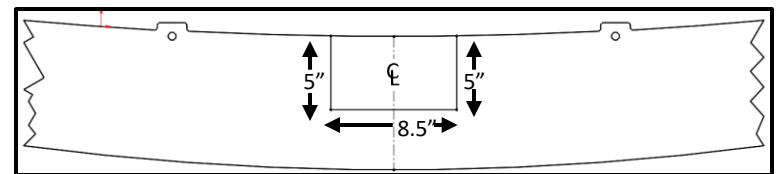

Figura 6
7. **En los modelos 2013 y anteriores se requiere recortar la fascia. Obtener la aprobación del propietario del vehículo antes de cortar.** Recortar la placa protectora usando una navaja utilitaria. Localizar el centro inferior de la fascia, marcar 4.25" de ancho de lado a lado x 5" de alto. (En general 8.5" de ancho X 5" de alto) (**Figura 6**).